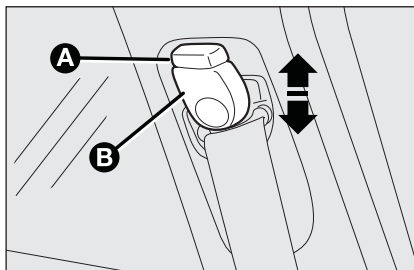

fig. 4
Pour effectuer le réglage, appuyer sur le bouton **A-fig. 4** et soulever ou baisser la poignée **B**.
*Après le réglage, contrôler toujours que le curseur où est fixé l'anneau soit bloqué dans une des positions prédéposées. Exercer donc, par le bouton A-fig. 4 relâché, une autre pression vers le bas pour permettre le déclic du dispositif d'ancrage si le relâchement ne s'était pas produit en correspondance d'une des positions établies.*